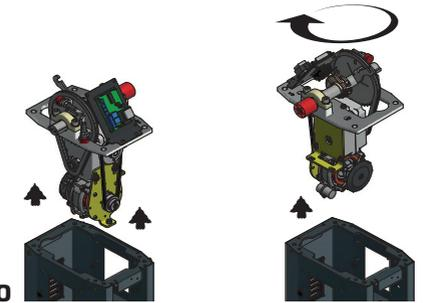

Fig. 20
**3** - Desacoplar o chassi - Retire todo o conjunto e gire-o a 180°, conforme **Fig. 20**.